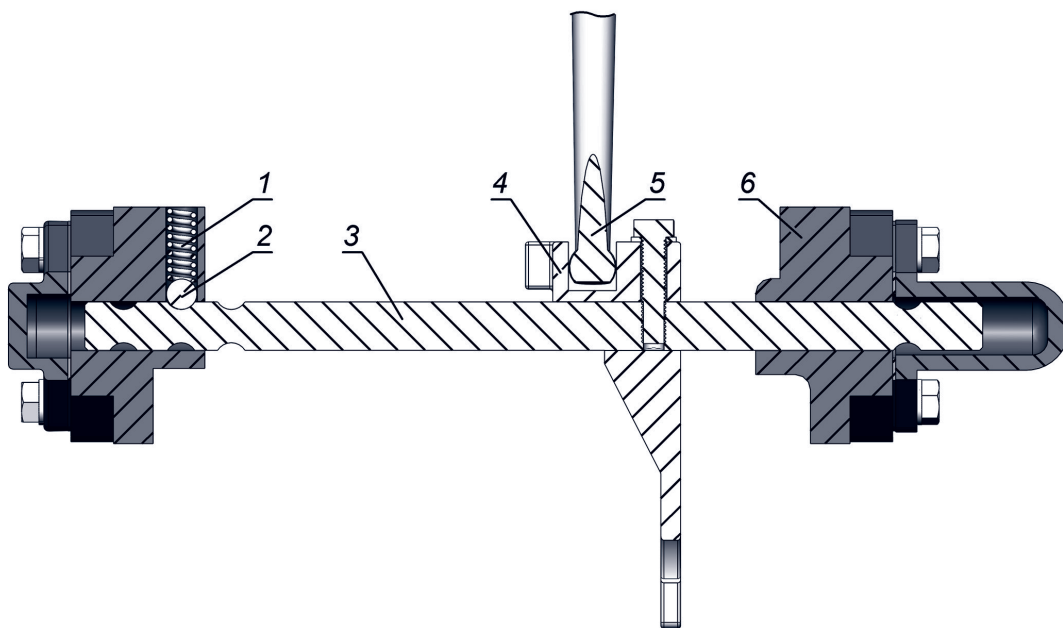

Рис. 8. Блокировочный механизм переключения передач.
Блокировочный механизм (рис. 8) использует пружинно-шариковый метод. Под действием пружины (1) шарик (2) попадает в позиционный паз на ползуне (3), и ползун блокируется. Только при наличии усилия на рычаг переключения передач (5) можно привести в движение вилку и ползун: рычаг (5) давит на вилку (4), чтобы преодолеть усилие пружины (1).